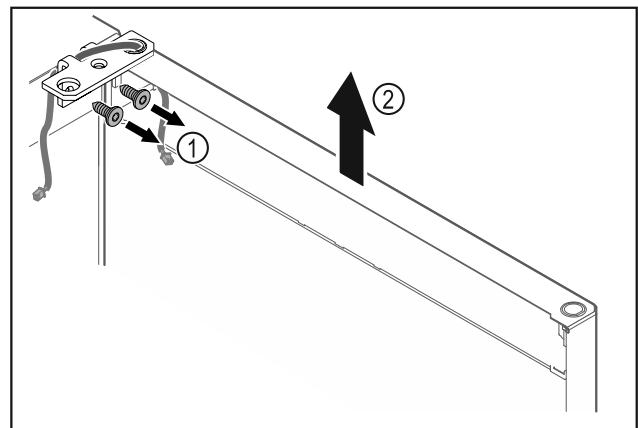

Fig. 15
- ▶ Csavarozza le a csuklópántot Fig. 15 (1).
- ▶ Az ajtót a csuklópánttal Fig. 15 (2) együtt emelje meg felfelé kb. 200 mm-rel, majd vegye le.